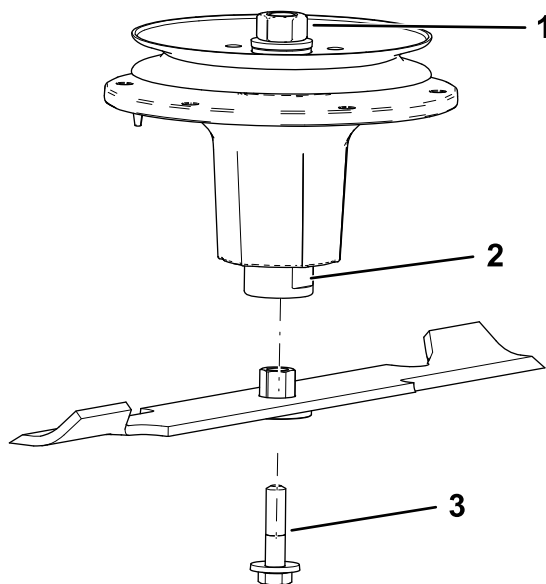

Figura 109
2. Instale o conjunto do casquilho/lâmina no eixo (Figura 109).